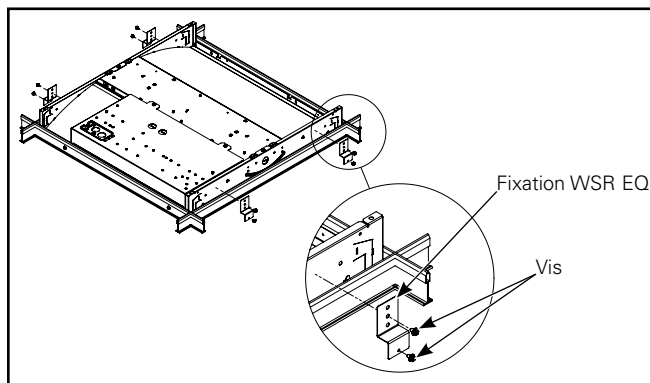
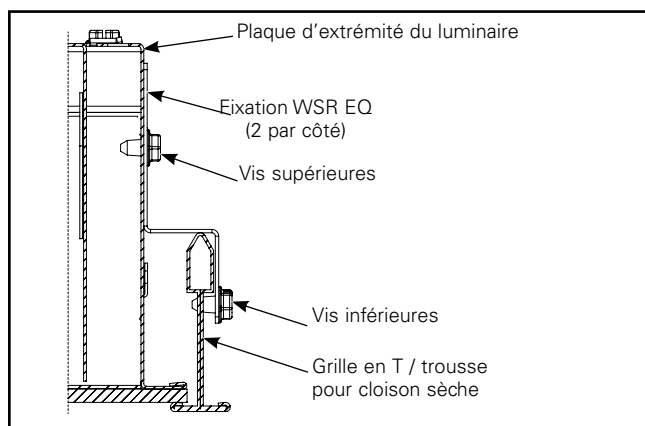
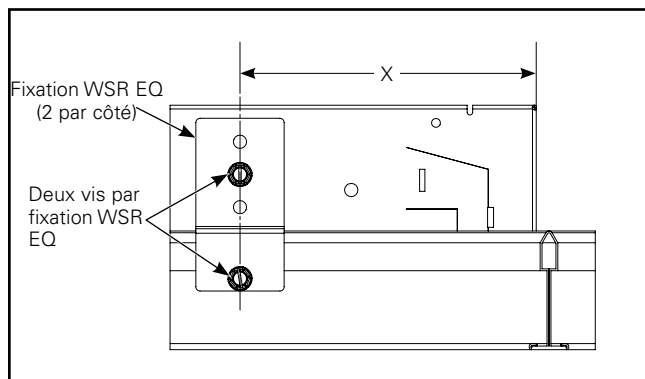

Figure 3.
Figure 4.
Figure 5.
4. Deux fixations WSR EQ doivent être installées sur chacune des extrémités hautes du luminaire, comme illustré (figure 3). Assurez-vous que le bord de la fixation est correctement orienté avec les trois trous consécutifs dans haut (figures 4 et 5). Ensuite, vissez la vis supérieure (figure 4) à travers le trou approprié dans la fixation WSR EQ et dans la paroi du luminaire, mais NE percez PAS la cavité du luminaire. Ensuite, vissez la vis de base (figure 4) dans le trou unique à la base de la fixation WSR EQ et dans la grille en T. Puis, vissez à travers le trou circulaire approprié « de la fixation WSR EQ » pour fixer. Le luminaire et la grille en T n'ont pas de trou préperçé pour la fixation WSR EQ et ils doivent être fixés à environ « X » pouces de distance des bords (tableau à la figure 5). Vous voulez être en mesure de voir l'extrémité de la vis depuis le haut du luminaire. Suivez ces étapes pour les 4 fixations WSR EQ pour fixer le boîtier à la grille en T avec les vis fournies.
4. Deux fixations WSR EQ doivent être installées sur chacune des extrémités hautes du luminaire, comme illustré (figure 3). Assurez-vous que le bord de la fixation est correctement orienté avec les trois trous consécutifs dans haut (figures 4 et 5). Ensuite, vissez la vis supérieure (figure 4) à travers le trou approprié dans la fixation WSR EQ et dans la paroi du luminaire, mais NE percez PAS la cavité du luminaire. Ensuite, vissez la vis de base (figure 4) dans le trou unique à la base de la fixation WSR EQ et dans la trousse pour cloison sèche.